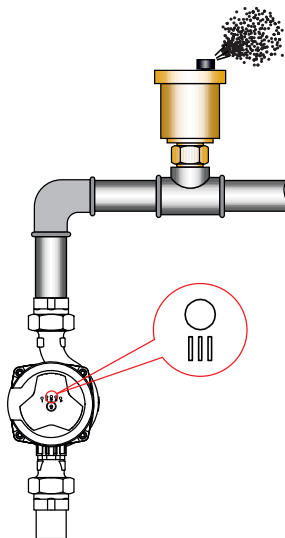

Рис.2 Удаление воздуха из корпуса насоса.
5.15. Для быстрого удаления воздуха из насоса, переведите его на короткое время (зависит от типа и размеров системы) в режим работы с постоянной максимальной скоростью (ПС III) (Рис.2). Воздух из системы удаляется при помощи автоматического клапана, установленного в верхней точке системы отопления.